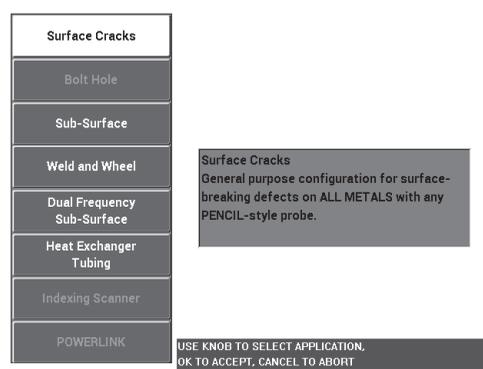

Figura 5-78 L'applicazione Cricche superficiali
2. Premere una volta il tasto di menu ADV SETUP () ed in seguito selezionare **SELEZ.APP.** (selezione dell'applicazione) [tasto A] per aprire il menu di selezione dell'applicazione. Selezionare **Cricche superficiali** con la manopola ed in seguito premere ✓ per confermare (vedere Figura 5-78 a pagina 195).